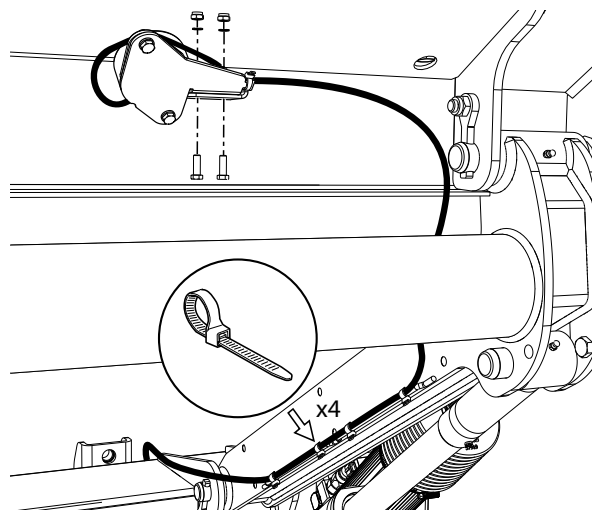

Bild 54. Montering vinkelgivare
1. Montera vinkelgivaren på plattformen, använd medföljande skruvar, muttrar och brickor och fäst kabeln med buntband, se Bild 54.